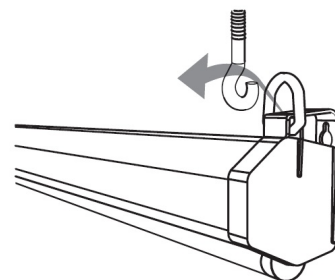

Рис. 2
- крепление на потолок: для монтажа экрана на потолок в конструкции предусмотрены 2 монтажных кольца, которые следует зацепить за монтажные крюки (не входят в комплект поставки), как показано на Рис.2. Расстояние между крюками, установленными на потолке должно равняться расстоянию между монтажными кольцами экрана. Для монтажа экранов с корпусом В см. Рис 3.